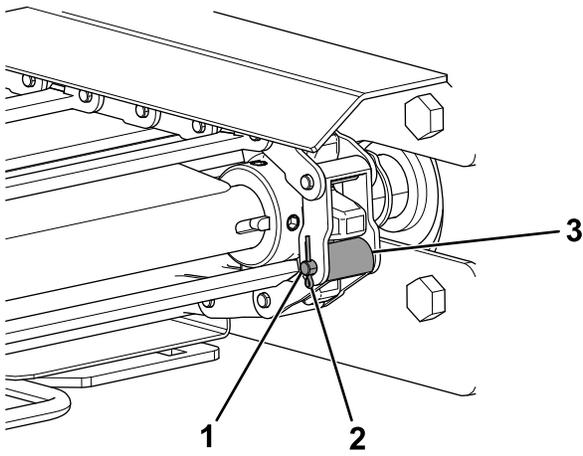

Figure 12
7. Tournez l'arbre d'entrée du boîtier d'engrenages sur lequel était monté le moteur pour pouvoir faire tourner la chaîne articulée jusqu'à ce que les maillons de fermeture soient visibles (Figure 12).
9. Retirez la goupille fendue et la goupille d'assemblage des maillons de fermeture (Figure 12) et mettez-les de côté.
d'assemblage retirées précédemment (Figure 12).